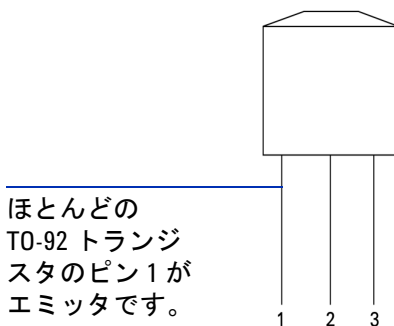

図 5-7 TO-92 トランジスタ
- 3 この例では、TO-92パッケージのBJTを使用します (図 5-7 を参照)。